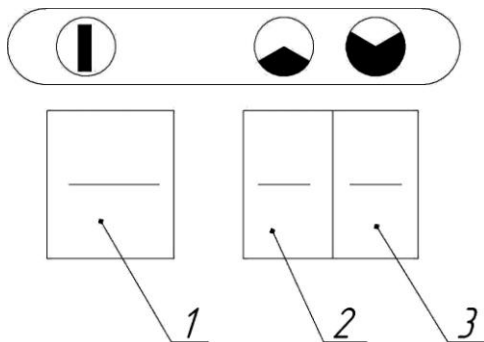

Рис.2. Пульт управления .
На коробе расположены выключатель сетевой поз.1 (рис.2) и выключатели нагревателей поз.2 и 3 (рис.2).
6.1 Исходное положение: выключатели выключены и клавиши (поз. 1,2,3 Рис.2) в положении О. Подключение тепловентилятора к электросети осуществляется путем включения вилки шнура тепловентилятора в розетку с заземляющим контактом на 16 А (25 А для модели ТВ-4,5) и напряжением 220В.
7.1.1 Для включения тепловентилятора в режим вентиляции необходимо включить сетевой выключатель (поз.1 рис.2) в положение “Включено”, при этом включается подсветка клавиши и включается вентилятор.
Для работы в режиме 1 с мощностью 1,5 кВт. установить клавишу поз.2 (рис.2) в положение “Включено”, при этом включается подсветка клавиши, и тепловентилятор работает с мощностью 1,5 кВт на одном нагревателе.
Для работы в режиме 2 установить клавишу поз.3 (рис.2) в положение “Включено”. При этом горит подсветка клавиши, и тепловентилятор работает с мощностью 1,5 кВт (3,0 кВт для ТВ-4,5).
Для работы в режиме 3 установить клавиши 2 и 3 (рис.2) в положение “Включено”. При этом горит подсветка всех клавиш, и тепловентилятор работает с полной мощностью 3,0 кВт (4,5 кВт для ТВ-4,5).